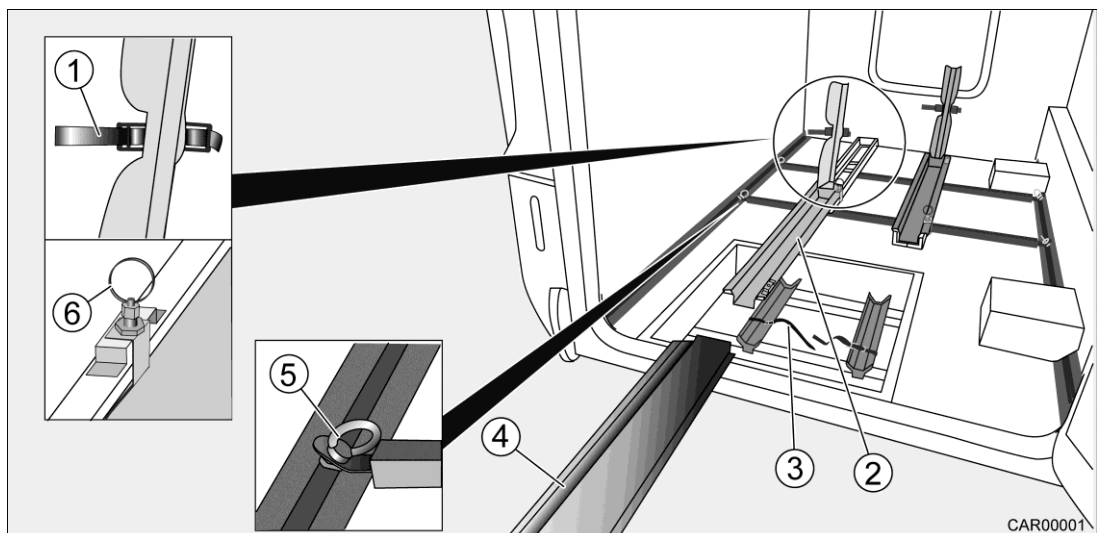

Fig. 4 Barres de fixation dans le garage à vélo électrique
2. Sortir le rail d'accès (Fig. 4/4) du garage et le positionner devant le rail coulissant souhaité (Fig. 4/2).
3. Tirer la goupille de sécurité (Fig. 4/6) vers le haut.
4. Tirer le rail coulissant (Fig. 4/2) en dehors jusqu'à ce qu'il encliquette.
7. Glisser le vélo électrique sur le rail d'accès (Fig. 4/4) dans le rail coulissant (Fig. 4/2).
8. Fixer la roue arrière avec la courroie dentée (Fig. 4/1) au rail coulissant (Fig. 4/2).
9. Tirer la goupille de sécurité (Fig. 4/6) vers le haut.
10. Glisser le rail coulissant (Fig. 4/2) à l'intérieur jusqu'à ce qu'il encliquette. Ce faisant, guider le vélo électrique avec la main.
11. Fixer la roue avant avec la sangle d'arrimage (Fig. 4/3) sur le rail de fixation.
17. Si nécessaire, fixer le vélo électrique avec des sangles de serrage additionnelles aux œillets (Fig. 4/5).